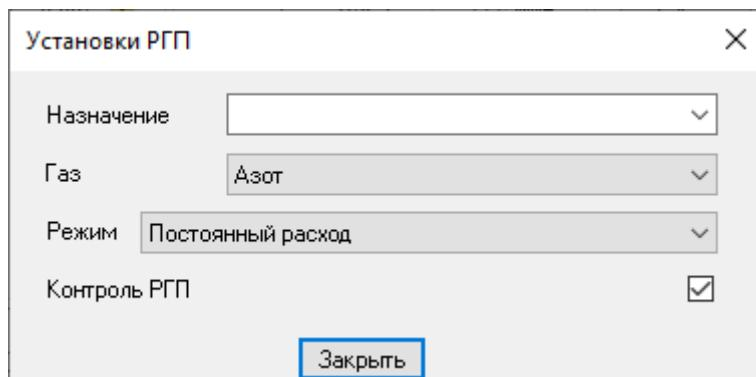

Рис. 37: Окно «Установки РГП > Контроль РГП»
- Вкладка *Общие* в сегменте *Регуляторы газовых потоков* выберите РГП. Откроется окно *Установки РГП* (Рис. 37).